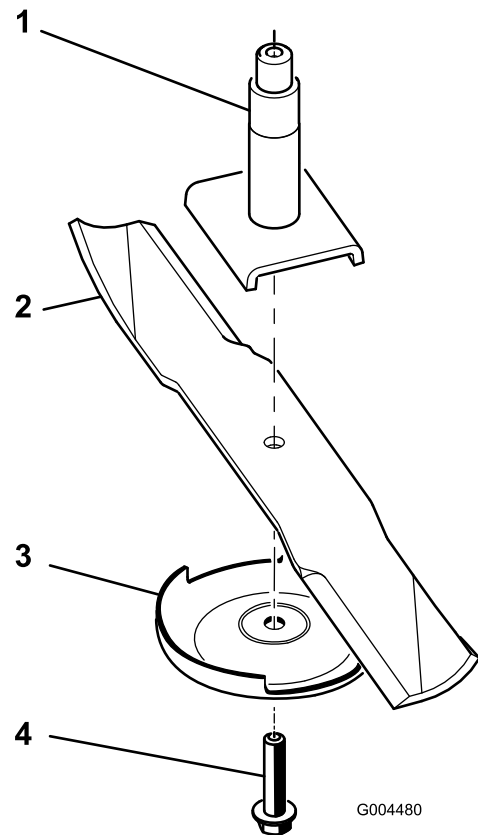

図 97
2. スピンドルのシャフトからブレードボルト、芝削り防止プレート、ブレードを取り外す 図 97。
注 ブレードが水平に停止すればバランスがとれているからそのまま使用してよい。もし傾くようなら、重い方の裏面を少し削って調整する 図 97。バランスがとれるまで調整する。
1. スピンドルシャフトにブレードを取り付ける 図 97。
2. 芝削り防止プレートとブレードボルトを取り付ける 図 97。